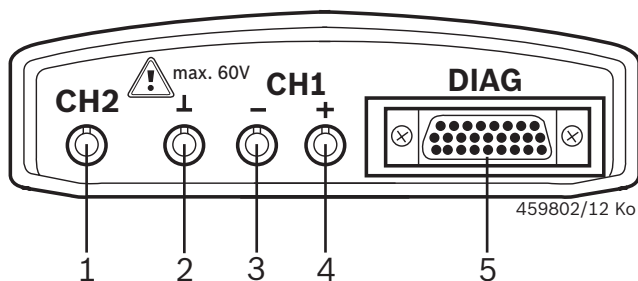

Fig. 1: Regleta de diagnóstico / de medición
- Si no se ha conectado ningún cable de diagnóstico, antes de realizar mediciones U, R o I crear una conexión de masa de los módulos KTS (fig. 1, pos. 2) con el cable de masa adjunto a la masa del vehículo.